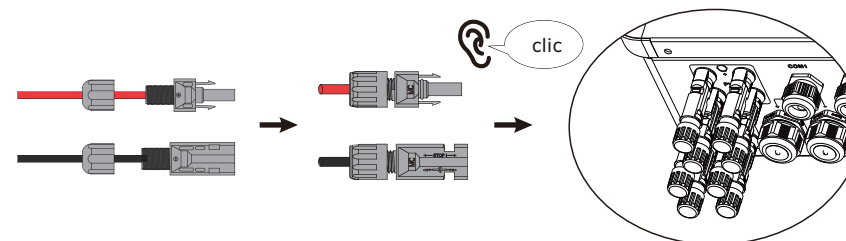

Figura 4.1-4 El enchufe PV está conectado al inversor
Paso 4. Enrosque la tuerca y enchúfela en el lado del inversor. Se escuchará un clic si los conectores se insertan correctamente en los enchufes PV, como se muestra en la figura 4.1-4.